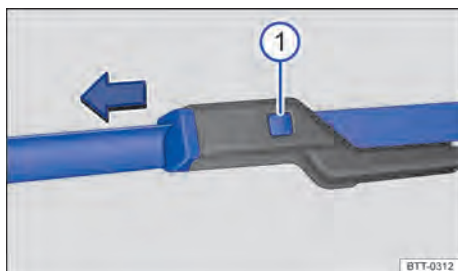

Fig. 131 Substituir as palhetas dos limpadores do para-brisa.
- Manter o botão de destravamento → Fig. 131 ① pressionado e, ao mesmo tempo, retirar a palheta do limpador do para-brisa no sentido da seta.